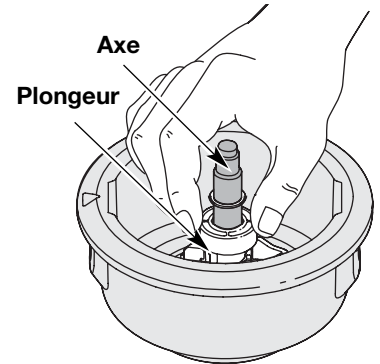

Fig. 27
5. Limpie el eje y la superficie interior de la bobina exterior. Para limpiar el eje debajo del émbolo, empuje el émbolo hacia abajo (Fig. 27). Saque toda la suciedad o residuos del eje.